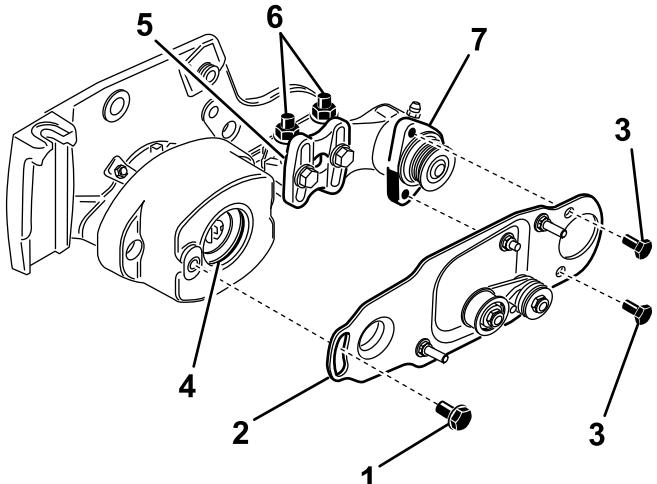

Figura 11
10. Aplique una película de grasa al interior del anillo de goma del alojamiento del cojinete (Figura 11).
11. Afloje, pero no retire, los pernos que sujetan el alojamiento del cojinete del cepillo de rodillo al soporte de montaje del cepillo de rodillo (Figura 11).
12. Instale la placa de pivot del cepillo del rodillo (Figura 11). Asegúrese de que el anillo de goma queda correctamente asentado en el alojamiento al introducir el saliente de la placa de pivot por el anillo de goma del alojamiento del cojinete.
13. Aplique Loctite 242 (azul) en los 2 pernos de 5/16 x 5/8 pulgada y utilícelos para montar la placa del cepillo en el alojamiento del cojinete del cepillo de rodillo (Figura 11). Apriete los pernos a 20-25 N·m.
- Afloje las 2 contratuerca con arandela prensada que sujetan el soporte de montaje del cepillo de rodillo a la chapa lateral de la unidad de corte (Figura 11).
- Gire el alojamiento del cojinete del cepillo del rodillo hasta que quede paralelo a la chapa lateral de la unidad de corte (Figura 11).
- Apriete las 2 contratuerzas con arandela prensada que sujetan el soporte de montaje del cepillo de rodillo a la chapa lateral de la unidad de corte (Figura 11).
18. Aplique Loctite 242 (azul) al perno de cuello largo (Figura 11). Sujete la placa del cepillo al alojamiento del cepillo del rodillo con el perno de cuello largo. (Figura 11). Apriete el perno a 20-25 N·m.